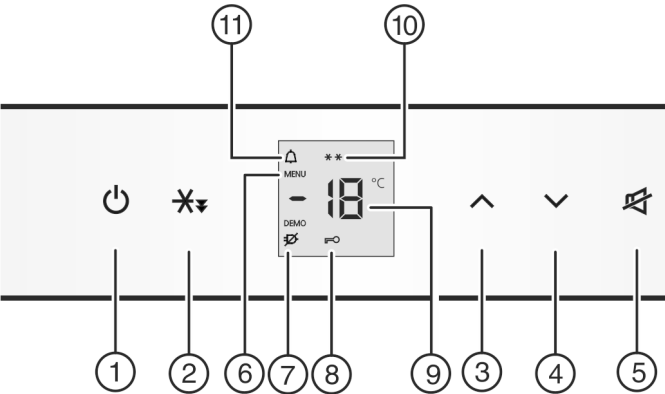

Fig. 2
- Premere il tasto On/Off Fig. 2 (1).
- Attivazione del modo regolazione: Premere il tasto SuperFrost Fig. 2 (2) per ca. 5 sec.
- ▷ Il simbolo Menu Fig. 2 (6) si illumina.
- Premere brevemente il tasto SuperFrost Fig. 2 (2) per confermare.
- Per inserire la sicurezza bambini premere brevemente il tasto SuperFrost Fig. 2 (2).
- ▷ Il simbolo Sicurezza bambini Fig. 2 (8) si illumina. Nel display lampeggia **c**.
- Per disinserire la sicurezza bambini premere brevemente il tasto SuperFrost Fig. 2 (2).
- ▷ Il simbolo Sicurezza bambini Fig. 2 (8) si spegne. Nel display lampeggia **c**.
- Disattivazione del modo regolazione: premere il tasto On/Off Fig. 2 (1).
- Premere il tasto Allarme Fig. 2 (5).
Contemporaneamente lampeggiano il display della temperatura e il simbolo Allarme Fig. 2 (11).
L'allarme acustico si disattiva automaticamente e il simbolo Allarme Fig. 2 (11) si spegne e il display della temperatura cessa di lampeggiare, quando la temperatura è di nuovo sufficientemente fredda.
- Regolazione della temperatura su valori più caldi: Premere il tasto di regolazione Up Fig. 2 (3).
- Regolazione della temperatura su valori più freddi: Premere il tasto di regolazione Down Fig. 2 (4).